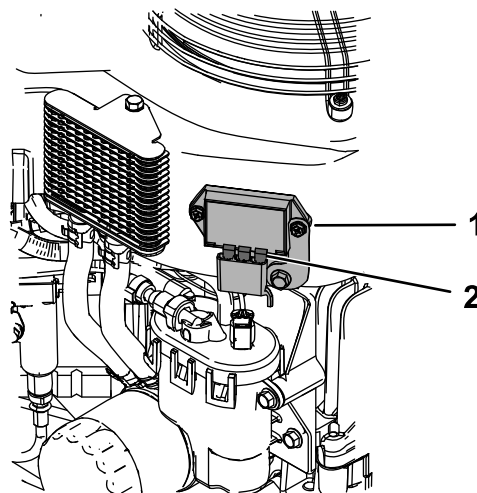

Figura 43
4. Aplique un poco de grasa a las patillas del regulador de tensión (Figura 43).